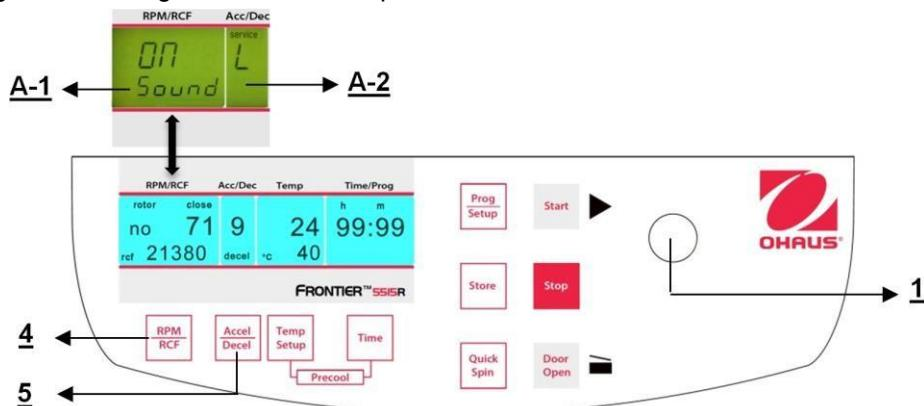

Figura 33
Proceda como se describe en el punto 4.1.2 para ingresar en este modo de programa y luego presione el botón "Accel/Decel" (5). En la pantalla "Acc/Dec" (A-2) destella la palabra "Service". Ahora seleccione la letra "L" con la perilla de ajuste (1). Como resultado, aparecen las palabras "On Sound" en la pantalla "RPM RCF" (4). Si presiona el botón "RPM RCF" (4) ahora, destella la palabra "On" y puede apagar el sonido con la perilla de ajuste (1) (vea la Figura 33).